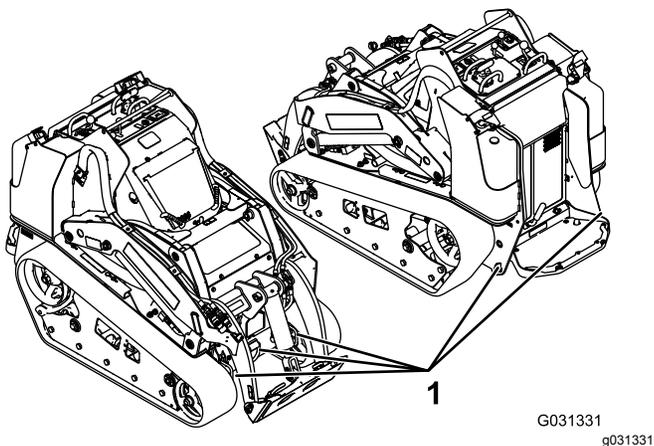

図 29
ロープ掛けポイントを吊り上げポイントとして利用することができます 図 29を参照。
8. 機体についているロープ掛けポイントを使い、チェーンやロープ、ワイヤなど適切なものでしっかりと機体をトレーラに固定する 図 29。ロープ掛けや積荷固定については各地域の法令などに従ってください。